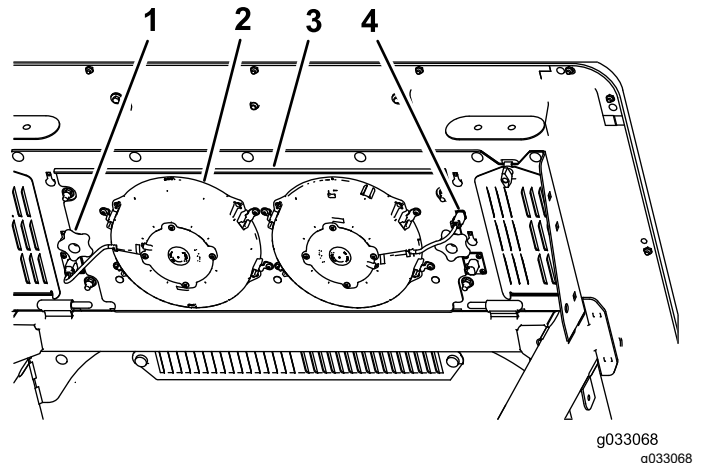

图 57
3. 从插座上断开风扇的插头和电源线 图 57。
4. 卸下将风扇面板组件和风扇固定驾驶室顶部 图 57下方的 2 个旋钮然后取出组件。